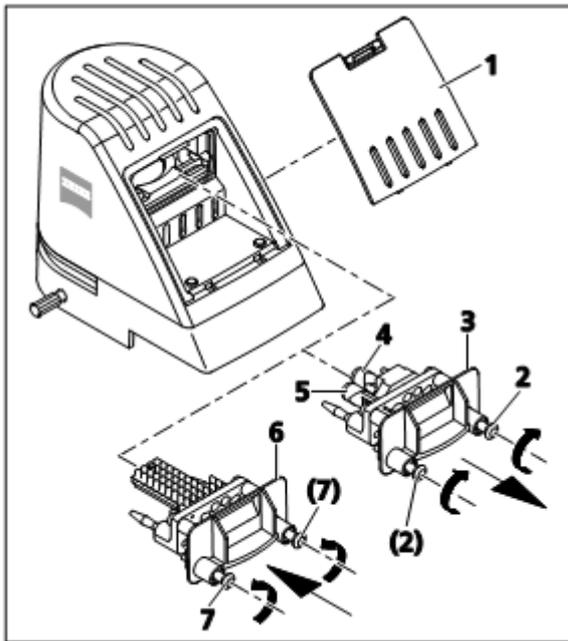

图 17 更换透射光照明装置的卤素灯泡 6V/30W, 或更换带 LED 的透射光照明装置
- 向下按灯箱保护盖的夹扣（图 17/1），将盖子从显微镜架上取下。
- 松开透射光照明装置（例如带卤素灯泡的透射光照明装置，图 17/3）的两个固定螺丝（图 17/2）。安装或更换时，请轻轻地按下弹簧上的螺丝，并将其转动 90°。顺时针向左或向右拧动螺丝。
- 将透射光照明装置（图 17/3）从显微镜架上拉出。
- 将卤素灯泡（图 17/4）从灯座上取出，并安上新的卤素灯泡。请勿用裸手触摸新灯泡，因为这会减少灯泡的使用寿命。
可以将备用灯泡（图 17/5）放在带卤素灯泡的透射光照明装置中，使用期间可保留。
- 将透射光照明装置（例如带 LED 的透射光照明装置，图 17/6）按入显微镜架，并使用两个螺丝（图 17/7）将其固定。为了达到该目的，轻轻将螺丝在弹簧上按压，并将其旋转 90°。将螺丝逆时针向左或向右旋转。
- 将灯箱保护盖（图 17/1）再次连接到显微镜架上，并让其咬合到位。